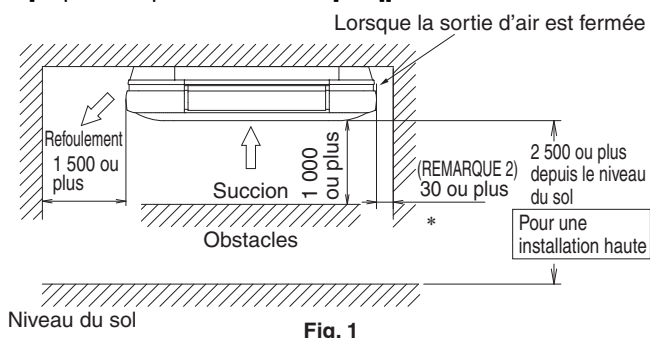
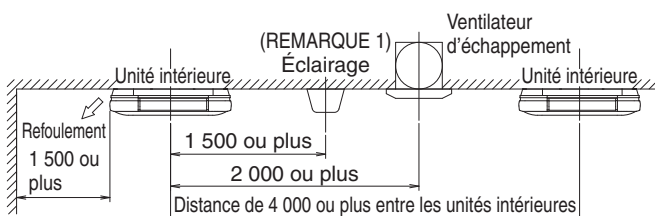

Fig. 1
Fig. 2
- (1) Sélectionnez l'emplacement d'installation qui répond aux conditions suivantes et obtenez l'approbation du client.
- Où un espace suffisant pour l'installation et l'entretien peut être assuré. **(Reportez-vous à la Fig.1 et Fig. 2)**